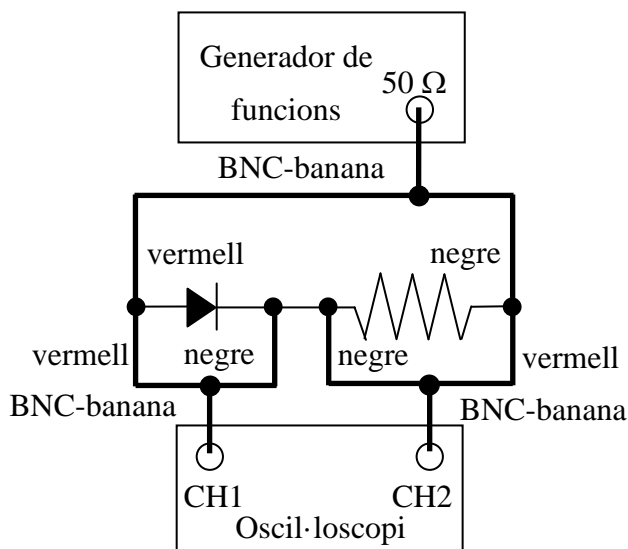

Figura 14
1. Munteu el circuit de la figura 14 amb el díode **1N4007** i la resistència de **100  $\Omega$** . Connecteu un dels cables BNC-banana entre la sortida de 50  $\Omega$  del generador de funcions i la part p (o ànode) del díode (banana vermella) i la resistència (banana negra). Per mesurar la diferència de potencial del díode  $V_d$  al canal I de l'oscil·loscopi, connecteu un altre cable BNC-banana entre l'entrada del canal I i els extrems del díode, amb la banana vermella al ànode i la negra al càtode (o part n). Per determinar la caiguda de tensió a la resistència  $V_R$  al canal II, connecteu l'altre cable BNC-banana entre l'entrada del canal II i els extrems de la resistència, de manera que la banana negra estigui connectada a l'extrem de la resistència que està més a prop del càtode. Observeu que els borns negres dels cables connectats a l'oscil·loscopi estan en contacte, però no ho estan amb el del generador. De fet, això últim no és cap problema, ja que en realitat el generador de funcions està connectat a la xarxa elèctrica amb un endoll sense connexió a terra.